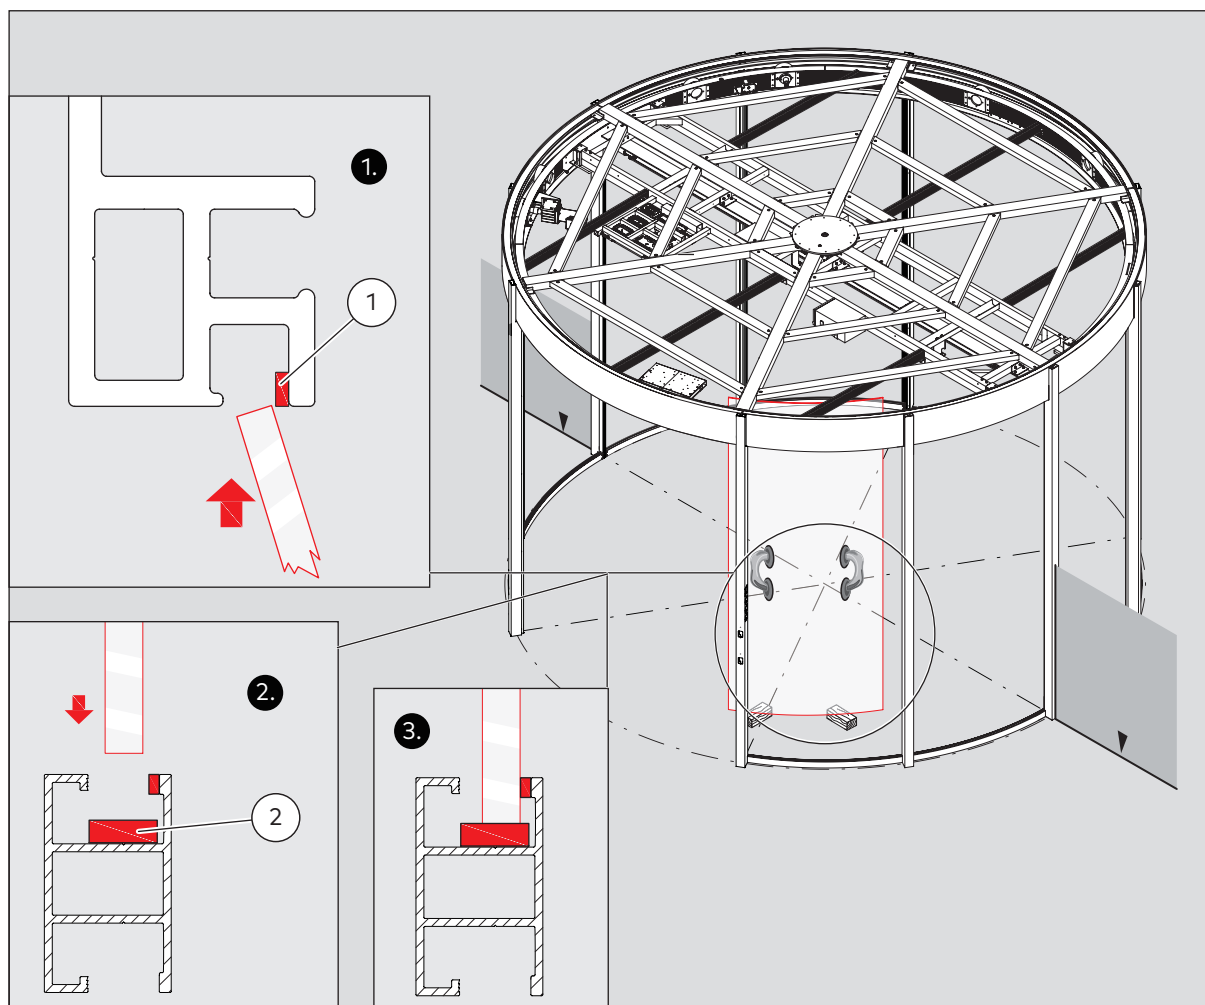

Abb. 57 Verglasung der Trommelwände D > 4800
1. Sicherstellen, dass das Schaumdichtband (5 mm, Abb. 57 /1) und die Kunststoffblöcke (Abb. 57/2) am richtigen Ort sind, bevor die Trommelwand verglast wird.